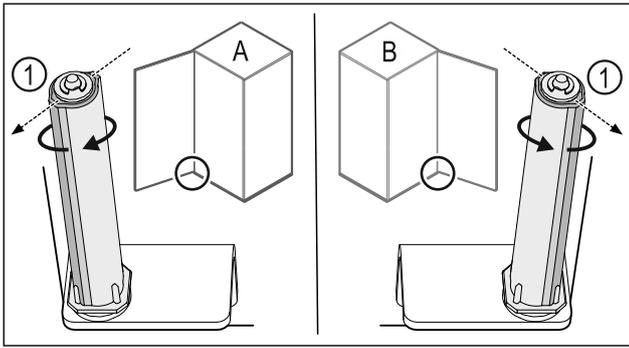

Fig. 48 Battuta di arresto sinistra (A) / battuta di arresto destra (B)
- ▶ Ruotare il sistema di chiusura in opposizione alla resistenza, fino a quando la staffa del sistema di chiusura Fig. 48 (1) non punta verso l'esterno.